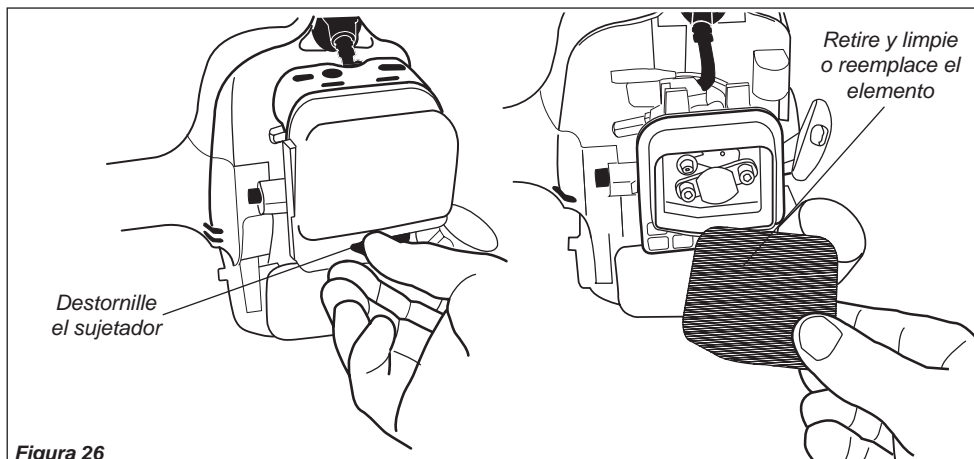

Figura 26
- Retire el elemento del filtro de aire. Consulte la figura 26. Limpie o reemplace como sea necesario. Para lavar el elemento: Lavelo meticulosamente con agua y jabón. Deje que seque antes de reinstalarlo.